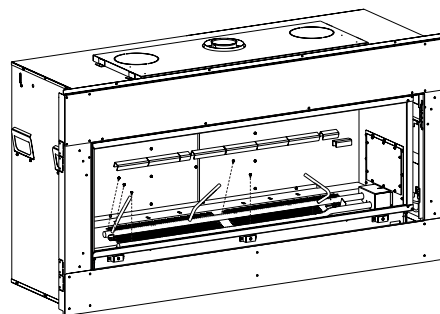

Figure 10
2. Déposer l'unité des brûleurs avant et arrière. **Voir Figure 10.**